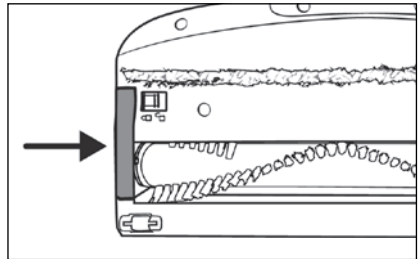

Fig. 32
- 6) Inserire il supporto del rullo a spazzola 20 nuovamente nella spazzola per pavimenti 22. Premerlo verso il basso finché non si innesta nella spazzola per pavimenti 22 con un clic (vedere fig. 32).